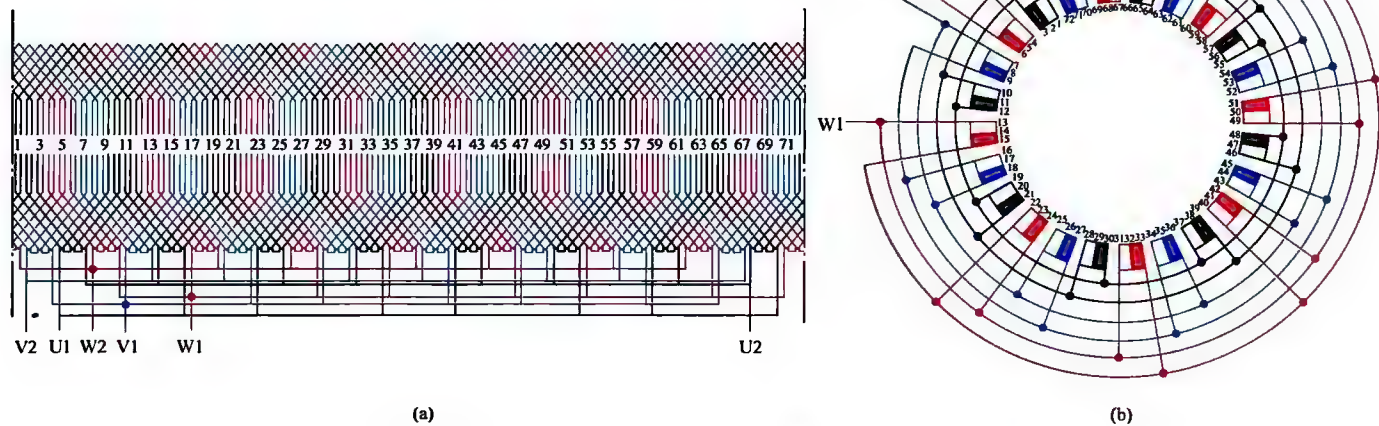

图 1-95 三相 8 极 72 槽双层叠绕组 8 路接法
95. 三相 8 极 72 槽双层叠绕组 8 路接法展开图与接线圆图 (见图 1-95)